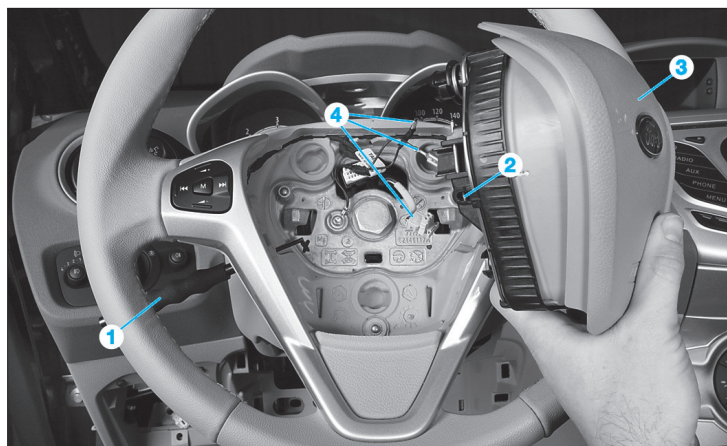

Fig. 2
- Insérer d'environ 4 cm un chasse goupille (1), ayant un diamètre de 3 mm, dans l'une des incisions et repousser le ressort de maintien (2) jusqu'en butée (environ 8 mm) (Fig.2).
- Tirer légèrement le module d'airbag (3).
- Dégager le module d'airbag (3) du volant puis débrancher les deux cosses et le connecteur (4).